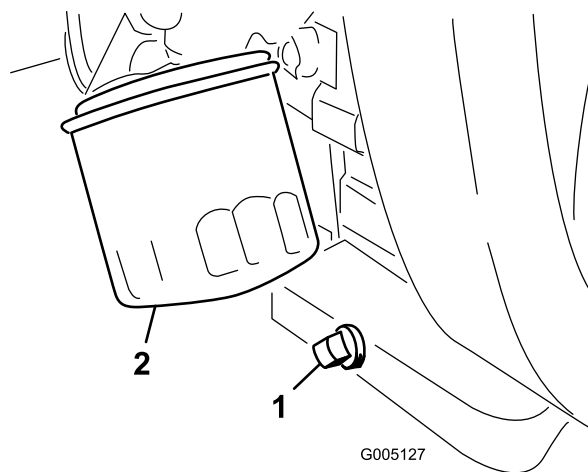

Рисунок 44
2. Извлеките масляный фильтр (Рисунок 44). Нанесите тонкий слой чистого масла на новую прокладку фильтра.
1. Снимите сливную пробку (Рисунок 44) и дайте маслу вытечь в сливной поддон. Когда масло стечет, поставьте сливную пробку на место.